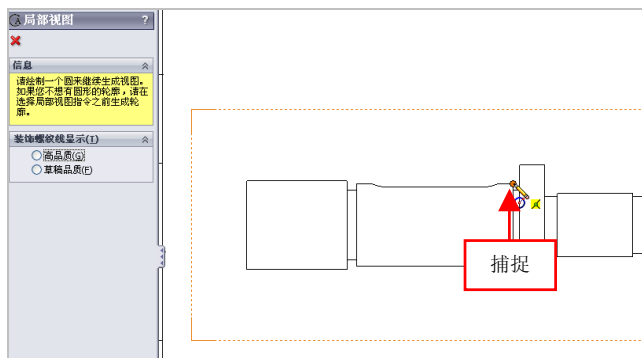

图 11-26 捕捉合适的端点
(3) 弹出【局部视图】属性管理器，移动鼠标指针至视图上，捕捉合适的端点，如图 11-26 所示。